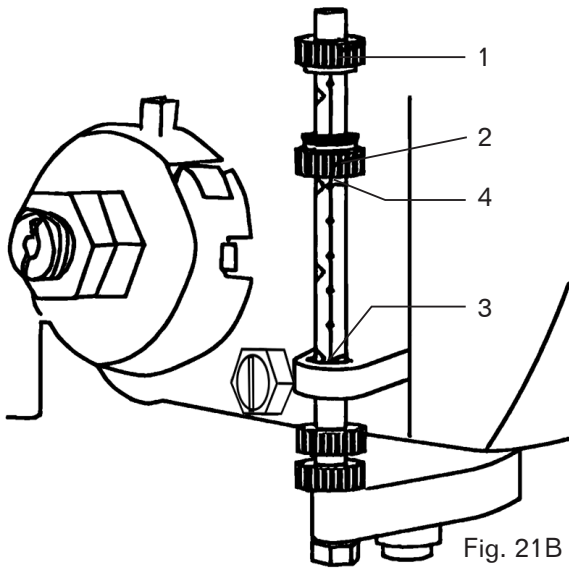

Fig. 21B
### MÉTODO DE ESCALA DE PROFUNDIDAD (FIG. 21B)
1. Asegúrese de que la marca 0 (pulgadas o mm) en el indicador de profundidad descansa en el borde superior del soporte de metal (Fig. 21B - 4) cuando la pluma esté completamente retraída.
4. Gire la perilla de profundidad (Fig. 21B - 2) hasta que esté alineada con la marca de profundidad deseada (Fig. 21B - 3) (por ejemplo, 1") en la escala del indicador.